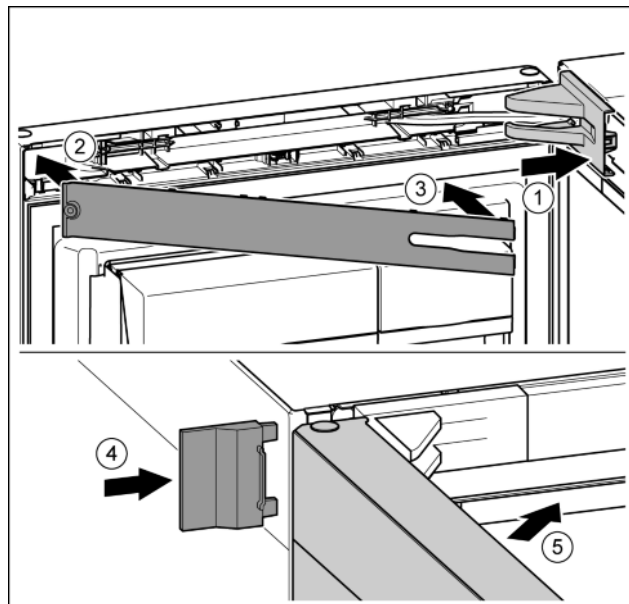

Fig. 26
- ▶ Крышку опорного кронштейна установить и зафиксировать, при необходимости, осторожно разжать. Fig. 26 (1)
- ▶ Установить накладку. Fig. 26 (2)
- ▶ Наклонить и защелкнуть накладку. Fig. 26 (3)
- ▶ Надвинуть внешнюю крышку. Fig. 26 (4)
- ▶ Закрыть верхнюю дверь. Fig. 26 (5)